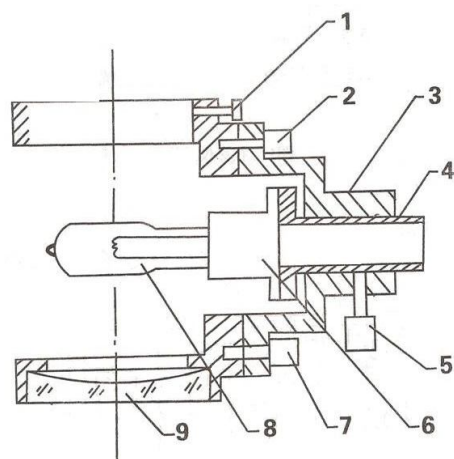

图 3 照明灯组图
取下物镜，打开透射照明灯，若灯丝像不在屏中心或灯丝像很模糊，则打开右下小侧门，松开图 3 中的螺丝 1 使整个照明灯组上下移动，当屏上灯丝像基本清晰时拧紧螺丝 1，装上物镜便可以使用了。
6.1.2 更换灯泡的方法（见图 3）